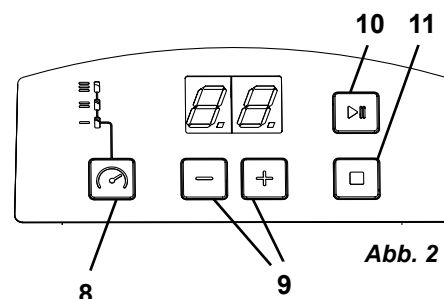

Abb. 2
⇒ Reinigungszeit mit + / - Tasten (9, Abb. 2) einstellen (Einstellbereich 0 bis 30 Min.).
⇒ Intensität mit Wahl taste (8, Abb. 2) auswählen / einstellen.
⇒ Reinigungsvorgang mit der Start-/ Pause Taste (10, Abb. 2) starten.
- Der Reinigungsvorgang kann mit der Stopp-Taste (11, Abb. 2) jederzeit vor Ablauf der Reinigungszeit beendet werden.
⇒ Beenden Sie den Reinigungsvorgang durch Drücken der Stopp-Taste (11, Abb. 2).